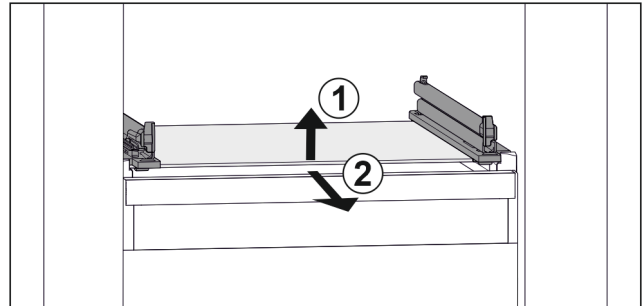

Fig. 167 Przykładowa prezentacja płyty szklanej
- ▶ Unieść płytę szklaną z przodu. Fig. 167 (1)
- ▶ Wyjąć płytę szklaną do przodu. Fig. 167 (2)